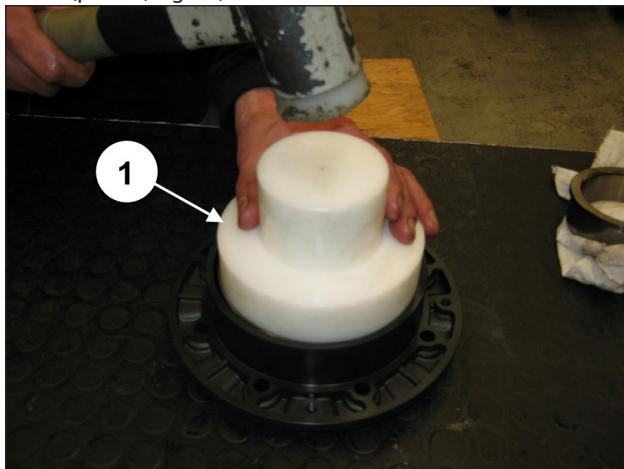
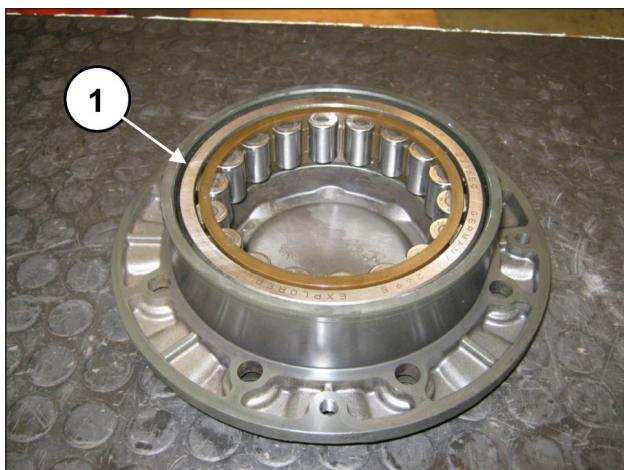

Fig. 57
Fig. 58
Repetir la operación en la tapa del cojinete para premontar la anilla externa del cojinete del eje acodado utilizando la herramienta cód. 27605000 (pos. ①, Fig. 57) para introducirla a fondo (pos. ①, Fig. 58).